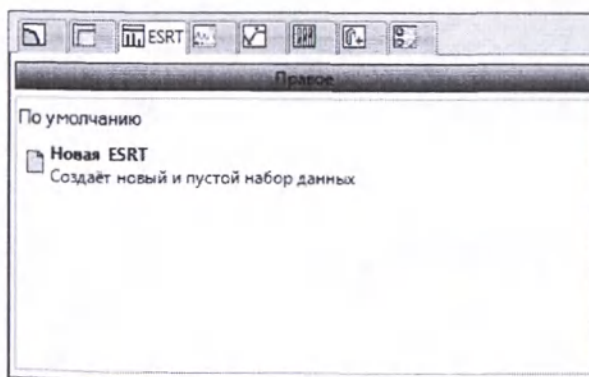

Рис. 65 Диалоговое окно открытия задачи «ESRT»
1. При нажатии кнопки Новая задача открывается диалоговое окно задачи, показанное на рис. 65, в котором можно выбрать вкладку «ESRT» и открыть ESRT, щелкнув строку Новая ESRT.